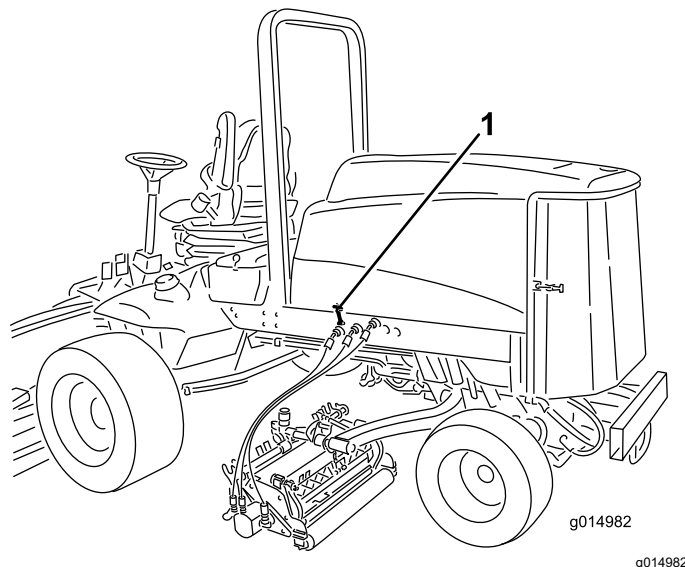

Figura 32
2. Sbloccate i fermi e aprite il cofano del motore (Figura 32).